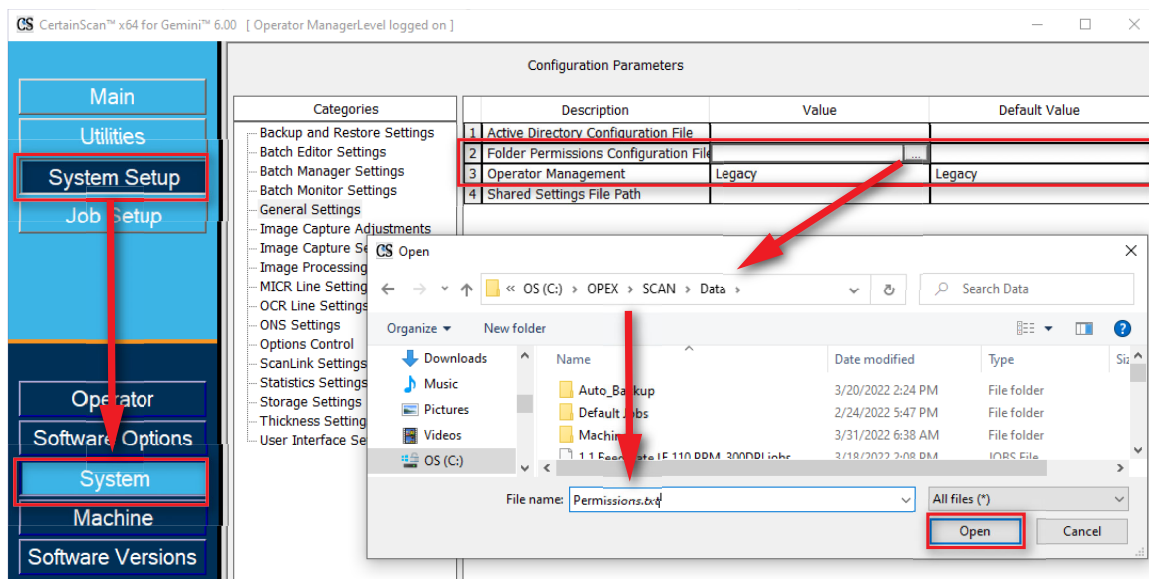

Abbildung 3-33: Berechtigungsdatei erstellen
- Navigieren Sie zu **Systemeinrichtung > System > Allgemeine Einstellungen > Konfigurationsdatei für Ordnerberechtigungen** (Abbildung 3-33).